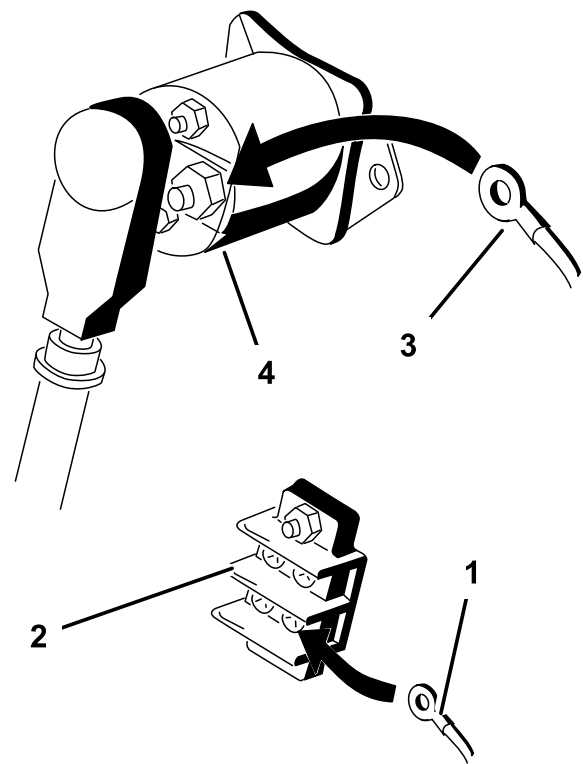

Figura 19
3. Collegate il terminale di messa a terra ad anello del filo nero alla morsettieria di messa a terra (Figura 19).